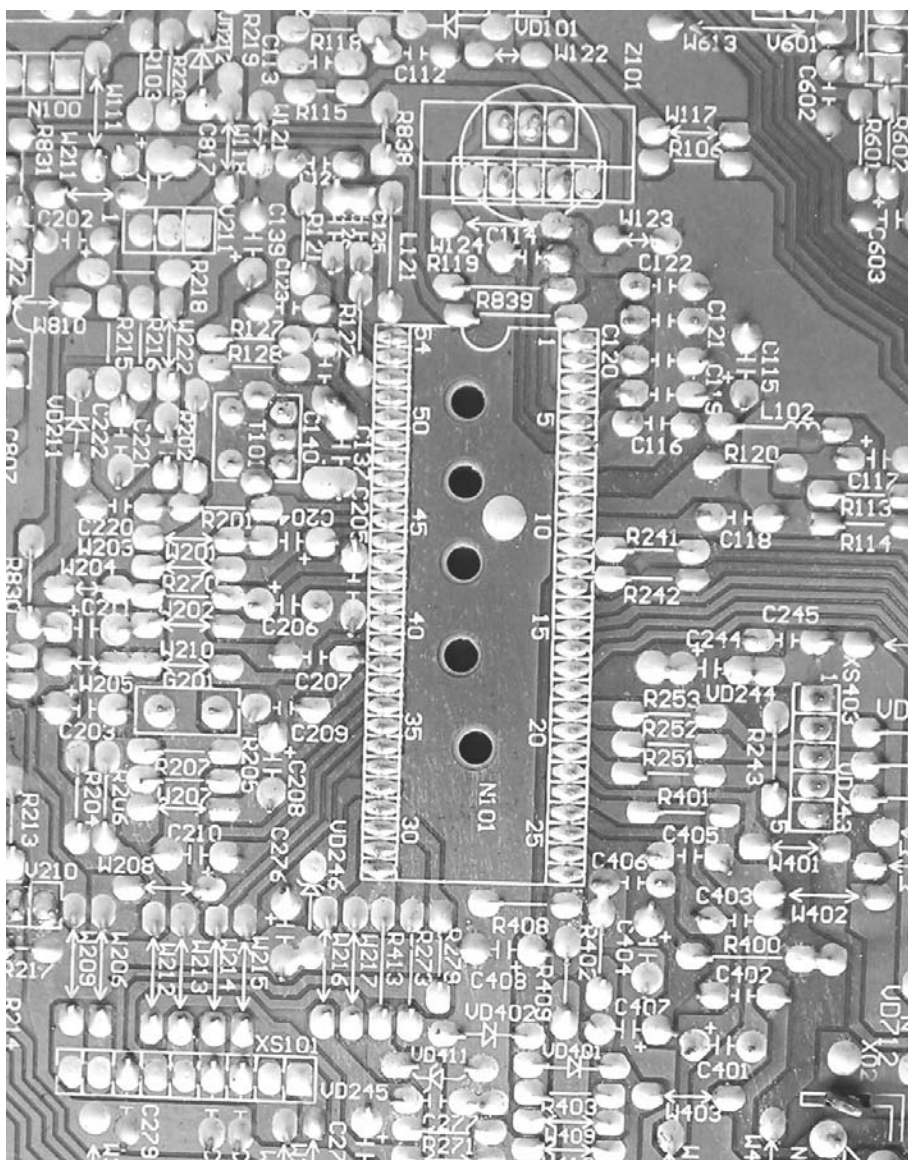

图 4-10 SVA D2966F 机型中 N101 (LA76810A) 引脚及外围元器件印制线路实物图
彩色电视机亮度信号处理电路是信号处理中的一个十分重要的图像视频信号通道。在 SVAD 2966F 机型中,亮度信号处理电路主要包含在 LA76810A 的④~⑤脚内部,外部仅有少量元器件。因此,在实际维修中就主要关注相关引脚的工作电压及由外围元器件组成的相关电路。LA76810A 相关引脚及外围元器件印制线路实物图如图 4-10 所示。